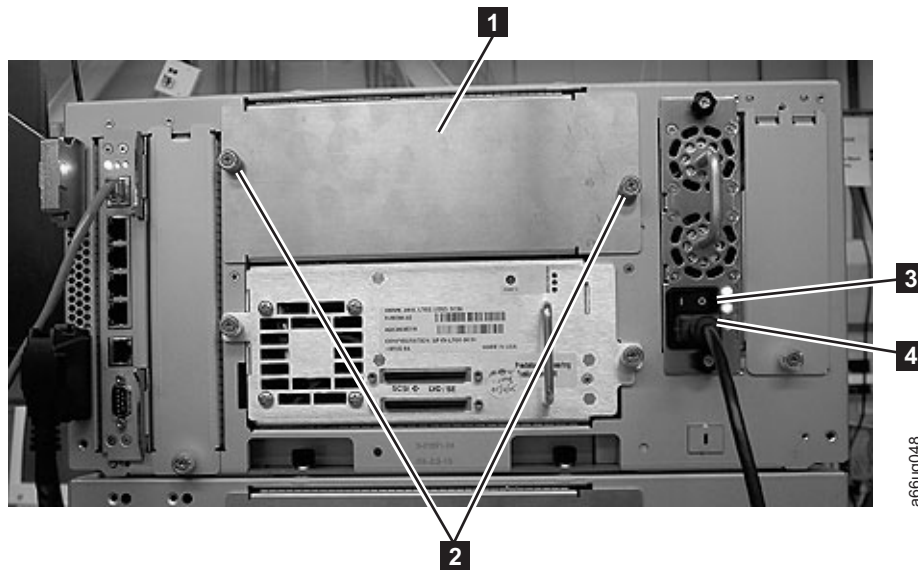

Abbildung 11-3. Steuermodul mit einem einzigen installierten SCSI-Laufwerk und einem abgedeckten Laufwerkschacht
Achtung: Trennen Sie zunächst das Netzkabel vom Versorgungsstromkreis. Trennen Sie dann das Netzkabel von der Anschlussbuchse des Netzteils (**4** in Abb. 11-3).
- a. Suchen Sie den leeren Laufwerkschacht des Moduls. Lösen Sie die Abdeckplatte über dem Laufwerkschacht, indem Sie die beiden Rändelschrauben (**2** in Abb. 11-3) gegen den Uhrzeigersinn drehen. Entfernen Sie dann die Abdeckplatte (**1**).